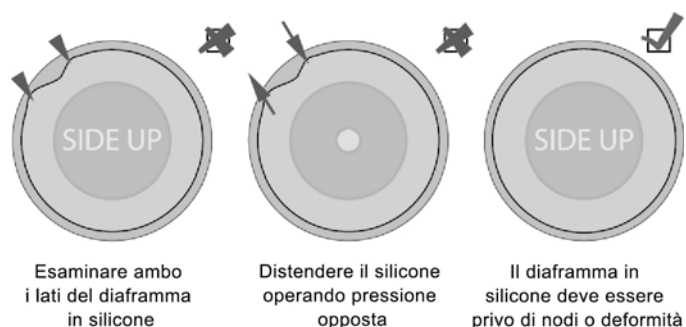

Figura D-2 Esame del diaframma in silicone del circuito paziente
2. Esaminare il diaframma in silicone per escludere piegature, tagli, fori o irregolarità nel materiale. Vedere la Figura D-2.